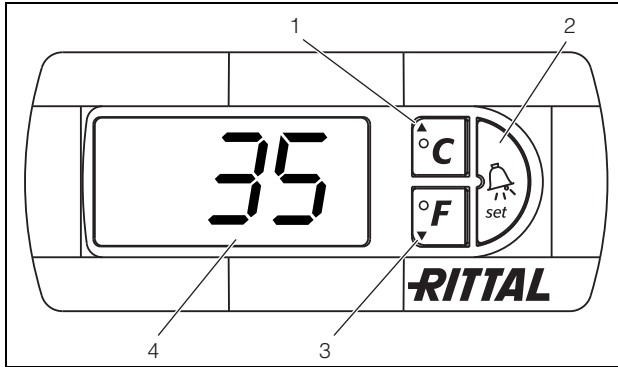

Imagen 24: Controlador e-Confort
El controlador e-Confort dispone de una indicación de 7 segmentos (imagen 24, n° 4). En esta se muestra, tras la conexión de la fuente de alimentación, durante aprox. 2 segundos la versión actual del software, así como el modo Eco activado. A continuación se indica la opción previamente ajustada (p. ej. t10) o bien la temperatura.
La programación del aparato se realiza a través de las teclas 1 – 3 (imagen 24). Los parámetros también aparecen en la indicación.
- Presione simultáneamente las teclas 1 y 2 (imagen 24) durante 5 segundos mín.
Con las teclas 1, 2 y 3 (imagen 24) puede modificar 24 parámetros dentro de los niveles preestablecidos (valor mín., valor máx.).